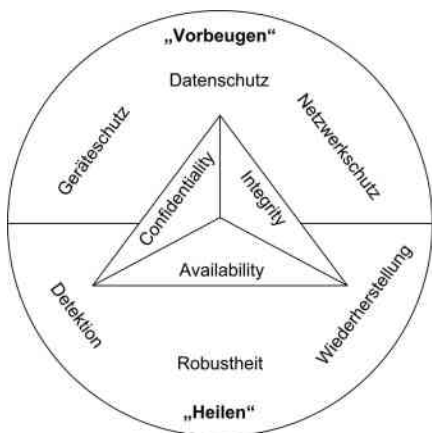

Abbildung 3: Definition und Schutzziele der IoT-Security. (Grafik: Björn Avak)
- Wiederherstellung: Nach einem Zwischenfall kann die Funktion schnell wiederhergestellt werden. Wird die IoT-Security-Definition mit den diskutierten Schutzzielen in den Phasen «Vorbeugen» und «Heilen» kombiniert, ergibt sich das Gesamtbild gemäss Abbildung 3.